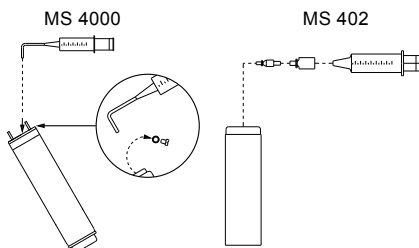

Fig. 3 Posizione del motore durante il riempimento - MS 4000 e MS 402
1. Posizionare il motore sommerso come mostrato in fig. 3. La vite di riempimento deve trovarsi sul punto più alto del motore.
3. Iniettare il liquido nel motore con la siringa di riempimento (fig. 3) finché il liquido fuoriesce dal foro di riempimento.